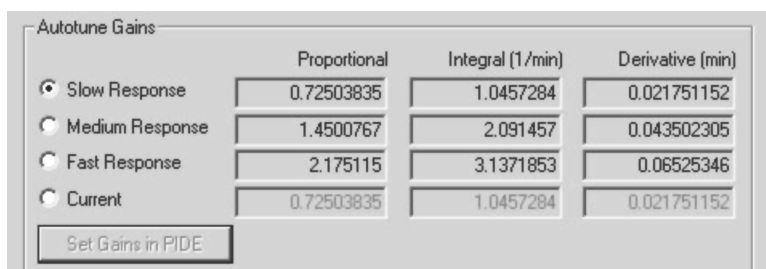

图 16-32 设置 PIDE 中的增益
8. 单击“设置 PIDE 中的增益”（Set Gains in PIDE）按钮，如图 16-32 所示。